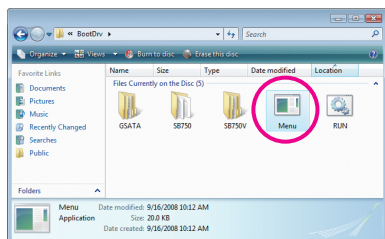
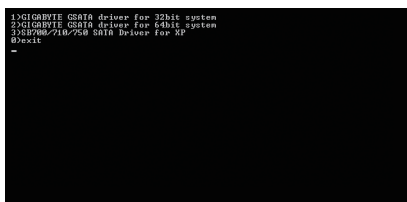

図 2
図 3
- 2: 光学ドライブフォルダから、BootDrv フォルダの Menu.exe ファイルをダブルクリックします (図 2)。図 3 のようなコマンドプロンプトウィンドウが開きます。
- 3: 空のフォーマット済みディスクを挿入します。メニューから対応する文字を押すことでコントローラドライバを選択し、<Enter> を押します。例えば、図 3 のメニューから、RAID/AHCI ハードドライブに Windows XP をインストールするには、XP に対して 3) SB700/710/750 SATA Driver for XP を選択し、<Enter> を押します。